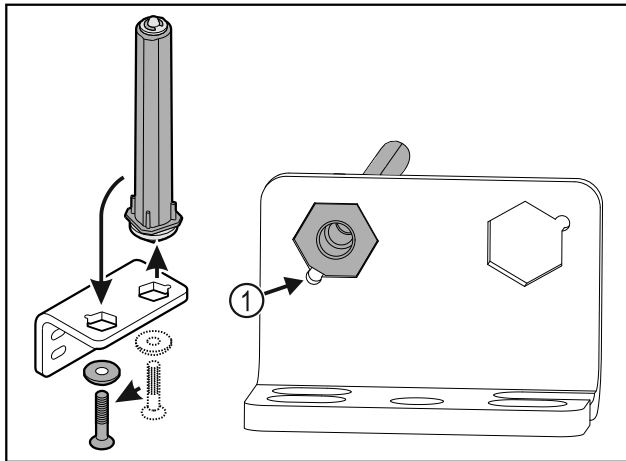

Fig. 35
- ▶ Verificare che durante l'inserimento lo smusso del perno Fig. 35 (1) sia rivolto verso il foro circolare.